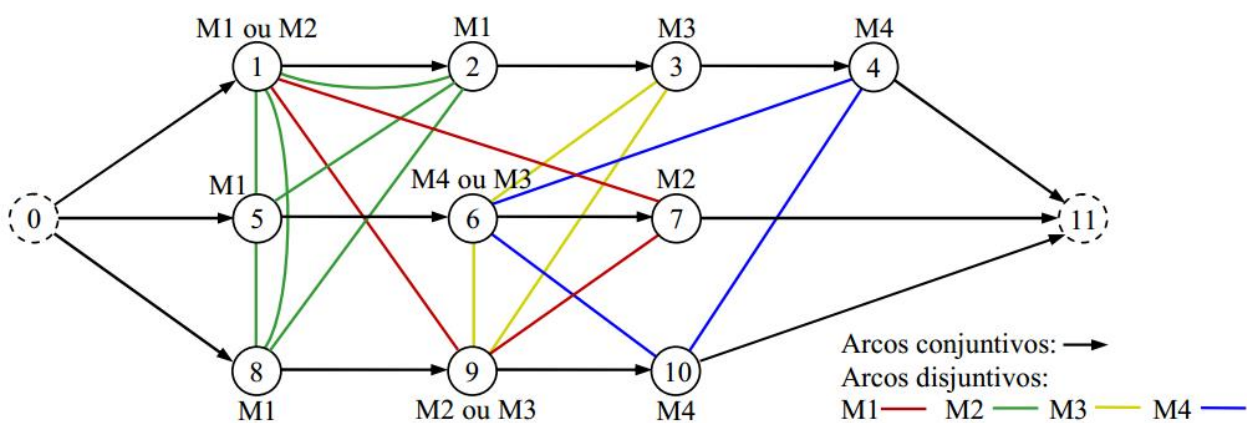
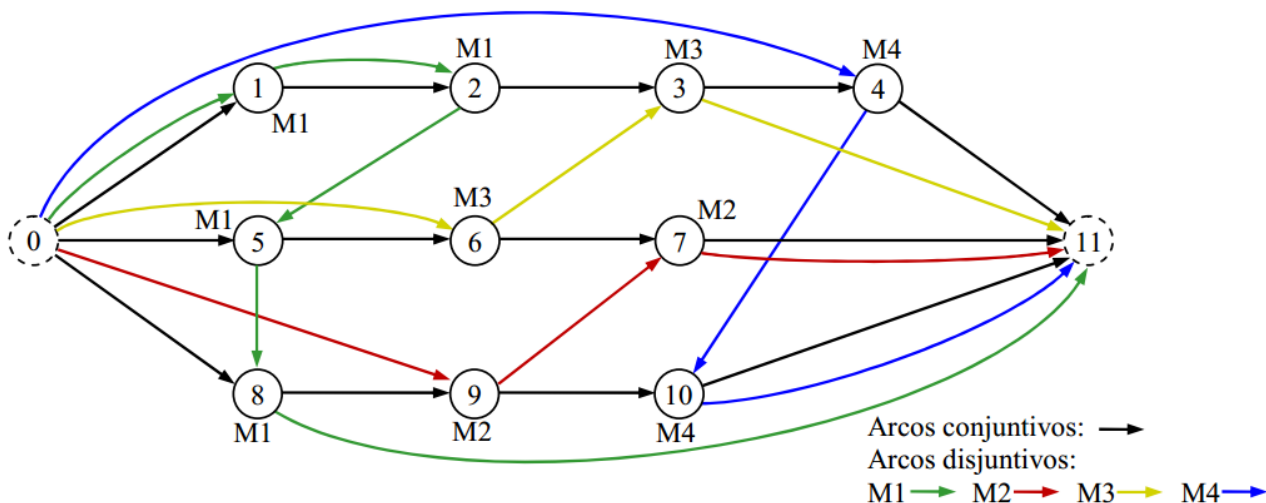
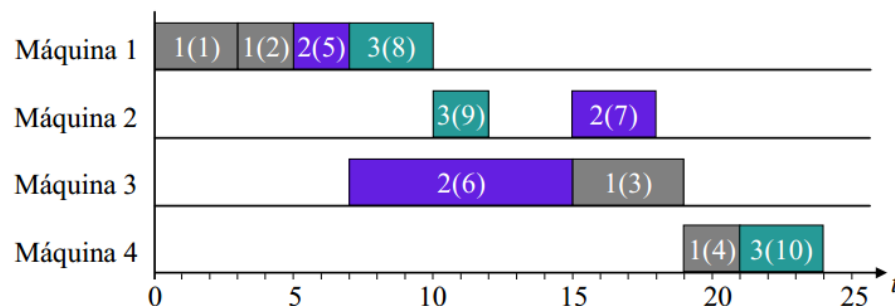

Figura 2 - Grafo disjuntivo do FJSP.
Figura 3 - Solução do FJSP.
Figura 4 - Gráfico de Gantt correspondente à solução do FSJP.
O grafo do FSJP define uma solução viável se for acíclico. A Figura 3 exemplifica uma solução obtida pela definição das orientações dos arcos disjuntivos do grafo da Figura 2.
- A solução da Figura 3 é apresentada utilizando um gráfico de Gantt na Figura 4, no qual cada *job* é representado por uma cor. Cada operação é identificada por dois valores. O primeiro valor indica o *job* ao qual ela pertence e o segundo, entre parênteses, indica sua numeração na contagem geral das operações que identifica os vértices do grafo da Figura 2. O eixo *t* do Gráfico de Gantt representa o custo da solução, sendo o valor do *makespan* dessa solução é igual a 24.